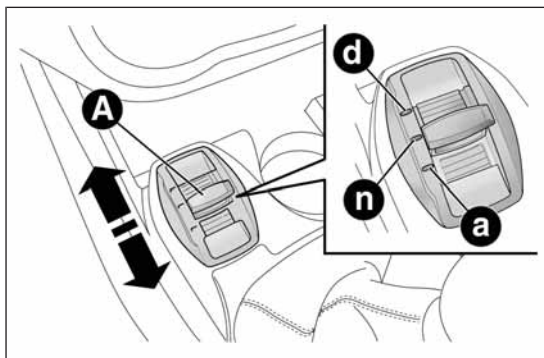

fig. 74
Es un dispositivo que permite, actuando en la palanca A fig. 74 (ubicada en el túnel central) seleccionar tres modalidades de respuesta del vehículo en función de las necesidades de conducción y del estado de la carretera:
Mover la palanca A fig. 74 hacia arriba (a la altura de la letra "d") y permanecer en esta posición durante 0,5 segundos y, en cualquier caso, hasta que el LED correspondiente se encienda o la indicación "Dynamic" se visualice en la pantalla (ver fig. 77).
Mover la palanca A fig. 74 hacia abajo (a la altura de la letra "a") y permanecer en esta posición durante 0,5 segundos y, en cualquier caso, hasta que el LED correspondiente se encienda o la indicación "All Weather" se visualice en la pantalla (ver fig. 79).
Para desactivar la modalidad "All Weather" y regresar a "Natural", seguir el mismo procedimiento descrito para la modalidad "Dynamic", excepto que la palanca A fig. 74 debe colocarse a la altura de la letra "a".
- ☐ En caso de avería del sistema o de la palanca A fig. 74, no se podrá activar ninguna modalidad de conducción. En la pantalla se visualizará un mensaje de advertencia.